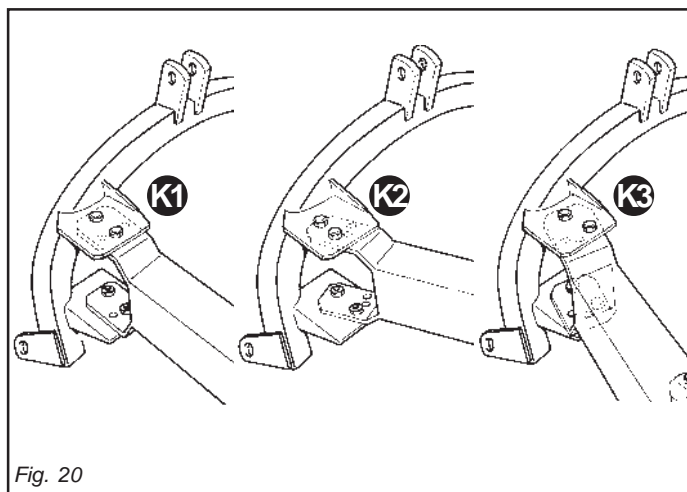

Fig. 20
- applicazione su trattore normalmente usato per lavorazioni di falciatura (K1, Fig. 20);
- applicazione su trattore grande (K2, Fig. 20);
- applicazione su trattore piccolo oppure su alcuni tipi di cingolati (K3, Fig. 20).